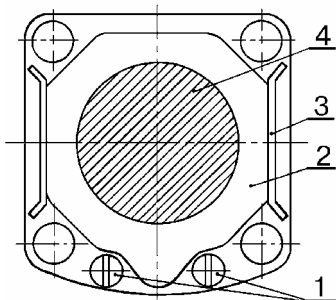

Рис.6. Детали маслоотражателя:
4.2 Вывернуть два винта 1, рис.6, соединяющих между собой маслоотражатель 2 и пластину крепления подшипника с прокладкой (отвертка ГОСТ 17199).